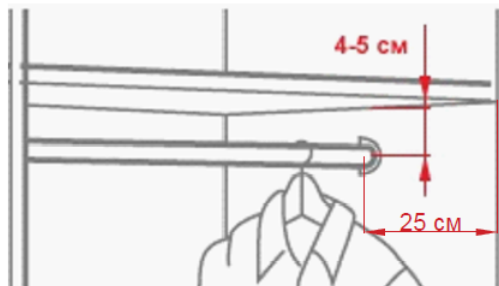

Рис. 6 – Схема крепления штанги
6 Установить в боковой стенке правой (3) и перегородке (5) держатели трубы овальной (d), в них - трубу овальную сечением 30x15 (штангу) (с) исходя из рекомендованных параметров (Рис.6).